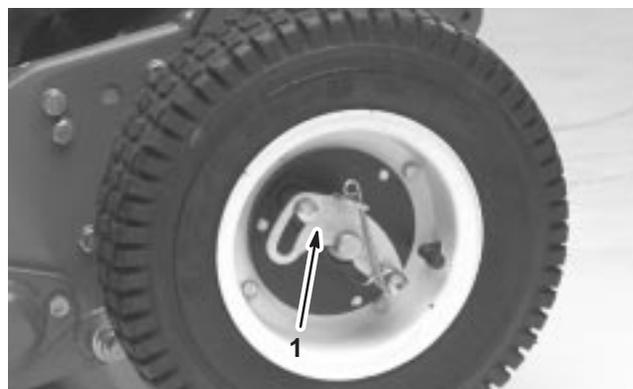

Bild 5
- Schmieren Sie "Never-Seez" auf die freigelegten Enden der Achse und schieben Sie das Rad auf die Achse (Bild 5).
- Drehen Sie den Radbefestigungsclip weg von der Mitte des Rad, damit er weiter auf die Achse gleiten kann (Bild 5).